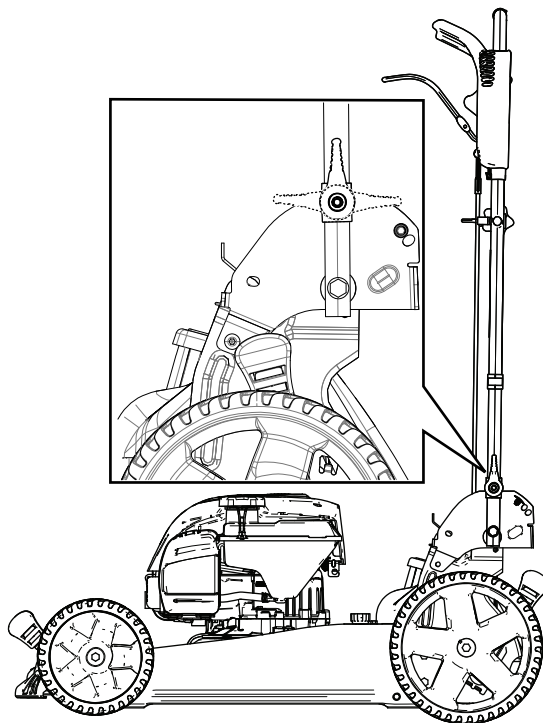

Figura 20
2. Piegate la stegola in avanti o in posizione verticale o in posizione completamente in avanti come illustrato in Figura 20.